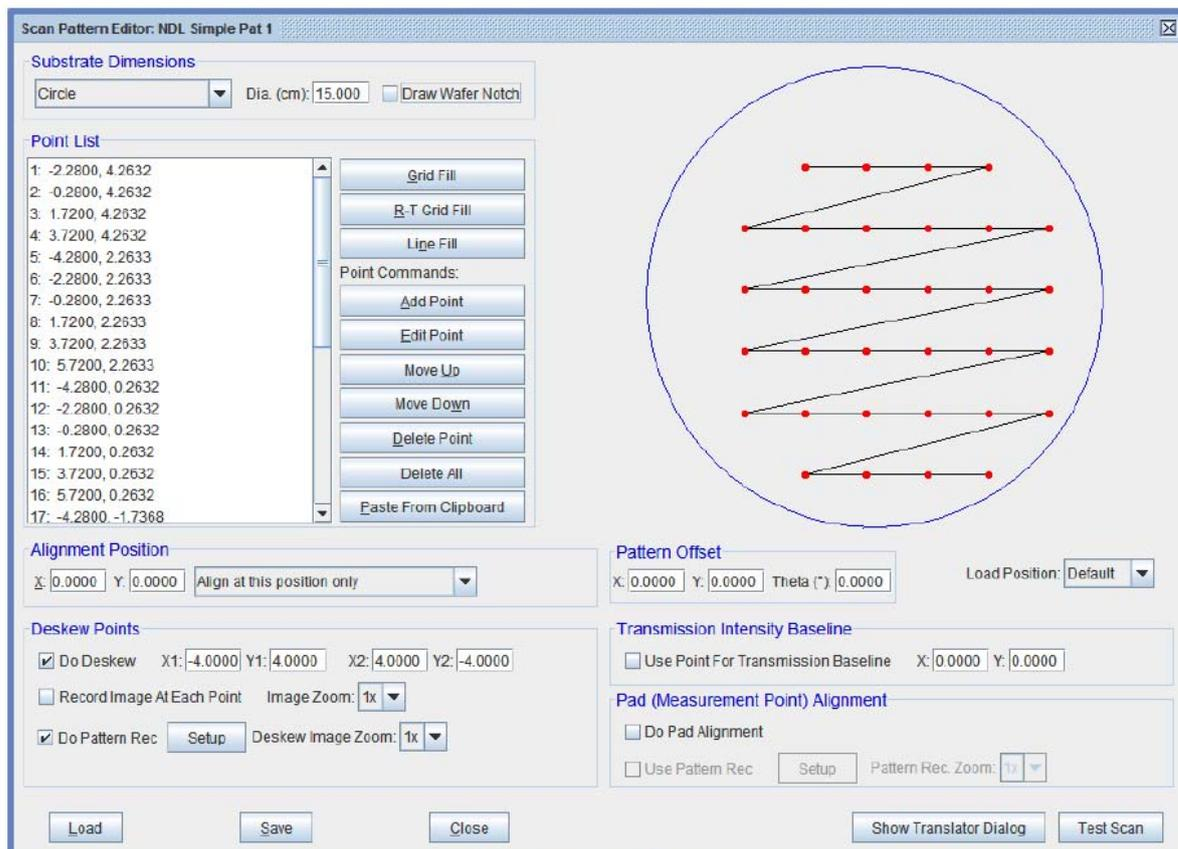

Figure 1
- I 點擊 <Ok> 按鈕,後顯示回 Figure 1 畫面